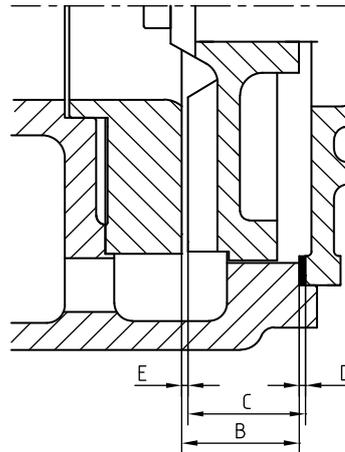

Abbildung 13: Spiel zwischen Laufrad und Schleißplatte.
- 3 Den Abstand B zwischen Schleißplatte und Pumpengehäuse messen, siehe Abbildung 13.
- 4 Den Abstand C zwischen Laufrad und Pumpendeckel messen, siehe Abbildung 13.